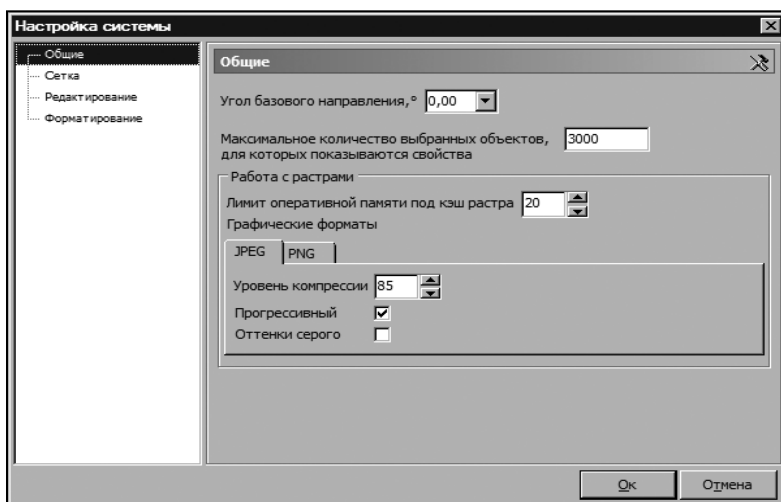

Рис. 3.10
Общие настройки системы выполняются в диалоге **Настройка системы** (рис. 3.10), который вызывается с помощью команды **Настройки/Общая настройка**.
- В разделе **Общие** (рис. 3.10) выполняются следующие настройки: